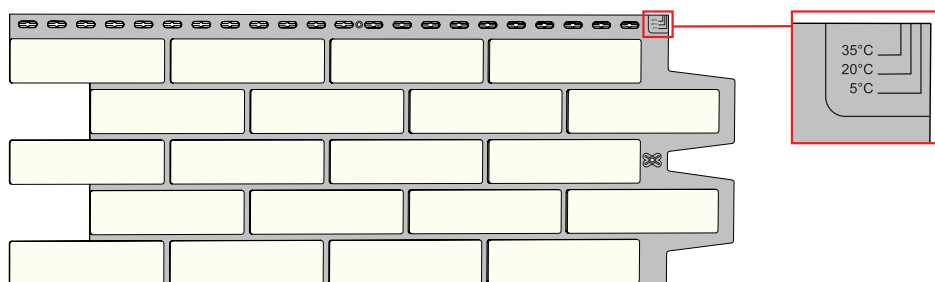

Рисунок 14
- 6.12** При торцевой стыковке панелей, необходимо оставлять зазоры между панелями с учетом тепловых рисков. (Рис. 14).